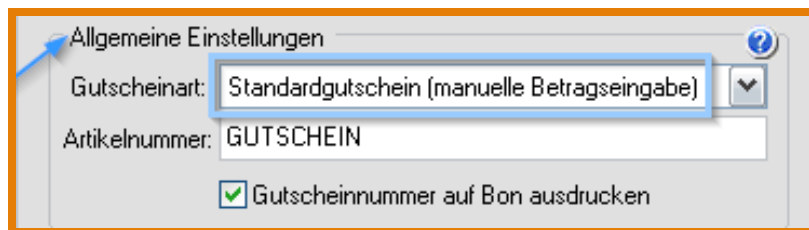

Abbildung 5.20: Standard-Gutschein einstellen
a) **Standardgutschein** Beim Standardgutschein wird lediglich der Gutscheinbetrag erfasst. Dies ist die einfachste Variante, wenn z. B. vorproduzierte Gutscheinkarten Verwendung finden. Den Standardgutschein aktivieren Sie unter '**Allgemeine Einstellungen**' durch die Option '**Standardgutschein (manuelle Betragseingabe)**', siehe Abbildung 5.20.